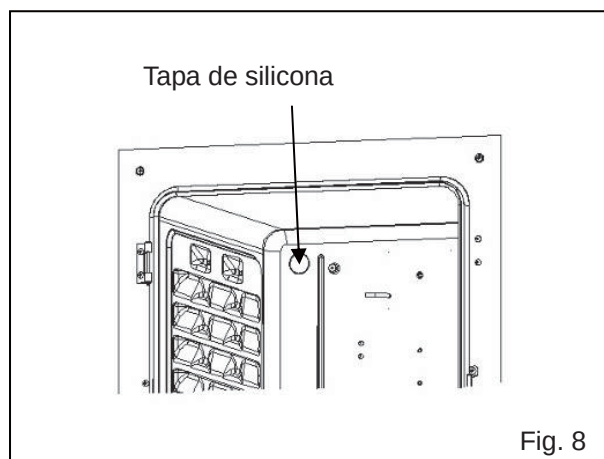
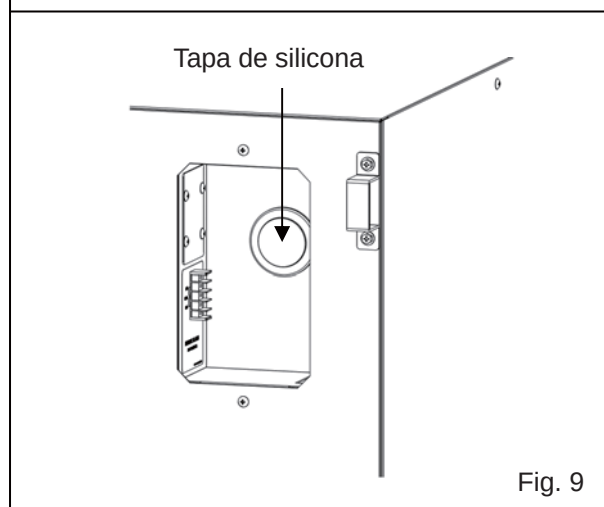

Fig. 8
Fig. 9
9. Retire las tapas de silicona para el puerto de acceso desde el interior (Fig. 8) y exterior (Fig. 9).